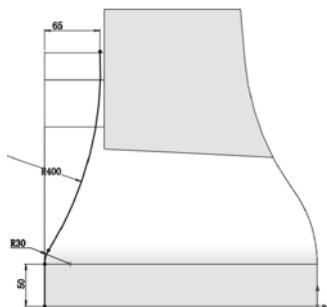

图 6-96 绘制草图尺寸
(10) 绘制草图。在左侧的“FeatureManager 设计树”中用鼠标选择“右视基准面”作为绘制图形的基准面。单击“草图”工具栏中的（直线）按钮和（三点圆弧）按钮，绘制如图 6-96 所示的草图。